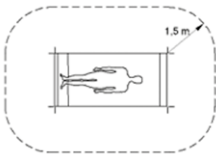

Fig. 5
Para desligar o Wall Charger CW1 (1), apenas desconecte a alimentação da corrente de energia (4). O Wall Charger CW1 (1) é destinado à instalação e uso em áreas médicas fora do ambiente do paciente (a pelo menos 1,5 metros do paciente ou do suporte do paciente de acordo com a IEC 60601-1, ver Fig. 5).